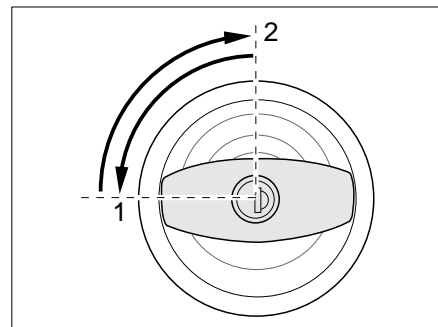

Bild 20 Türschloss Eingangstür, außen, verriegeln
- Schlüssel in Schließzylinder stecken und eine viertel Umdrehung entgegen dem Uhrzeigersinn drehen (Bild 20,1).
- Schlüssel in Mittelstellung zurückdrehen (Bild 20,2) und abziehen.